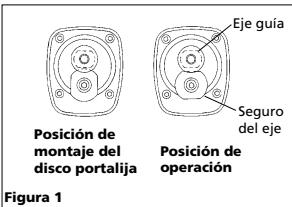

Figura 1
4. Deje deprimir el gatillo y conecte la herramienta neumática a la fuente de suministro de aire. Cubra el orificio de salida con una toalla (Vea la Figura 1). Deje que la herramienta neumática funcione de 7 a 10 segundos. Al aplicarle presión de aire la herramienta expulsará aceite por el orificio de salida. Deje que la herramienta funcionar hasta que no expulse más aceite. Límpie todos los residuos de aceite antes de comenzar a trabajar.
1. Asegure el eje guía en su posición antes de acoplar el disco portalija. Gire el seguro del eje hasta que éste enganche con el eje guía y ajuste con la mano el disco portalija en el sentido de las agujas del reloj (Véase Figura 1).